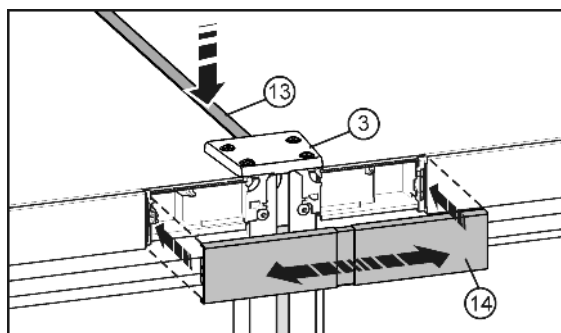

Fig. 10
- ▶ Auf der Oberseite, die kurze Leiste Fig. 10 (13) in den Spalt drücken. Die Leiste muss mit der Verbindungsplatte Fig. 10 (3) an der Vorderkante bündig abschließen.
- ▶ Abdeckung Fig. 10 (14) auf den noch offenen Zwischenraum der beiden Bedienteilblenden aufrasten. Darauf achten, dass die Aussenseiten der Abdeckung bündig mit den Bedienteilblenden abschließen. Die Abdeckung ist zu diesem Zweck ausziehbar.